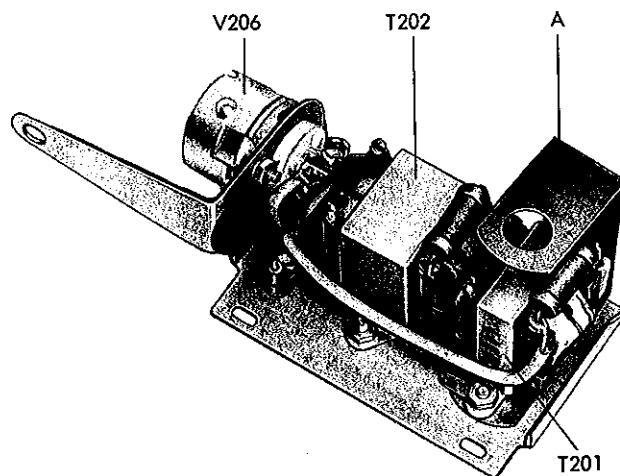

Bild 26. Sändarens mikrofonförstärkarsteg
I isoleringssteget ingår rör V202, som hålls fast av en fosforbronsfjäder (A) fäst under transformatorn T201 (bild 26).
Mikrofonförstärkarsteget med rör V206, transformatorerna T201 och T202 sitter på en delstomme (bild 26). Denna är fäst med två skruvar i överkanten på sändarstommens gavelplåt. När skruvarna lossats, kan delstommen svängas upp så att de rör som finns under stommen blir åtkomliga.